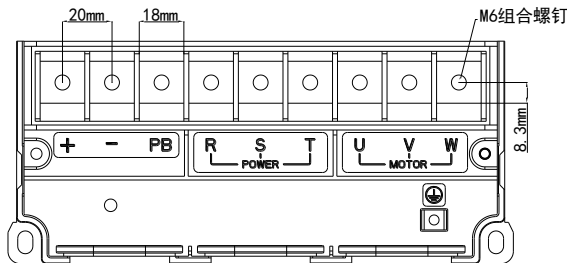
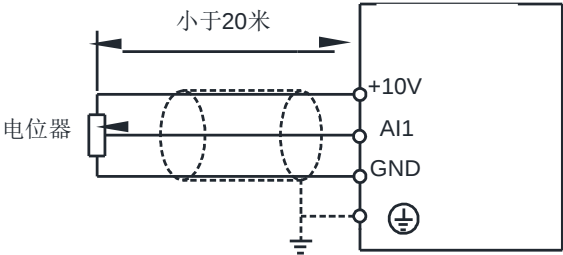

图 3-6 三相 15-22kW 主回路端子分布及尺寸图
图 3-17 模拟量输入端子接线示意图
- a) 模拟输入端子： 因微弱的模拟电压信号特别容易受到外部干扰，所以一般需要用屏蔽电缆，而且配线距离尽量短，不要超过 20m，如图 3-6。在某些模拟信号受到严重干扰的场合，模拟信号源侧需加滤波电容器或铁氧体磁环，如图 3-17。